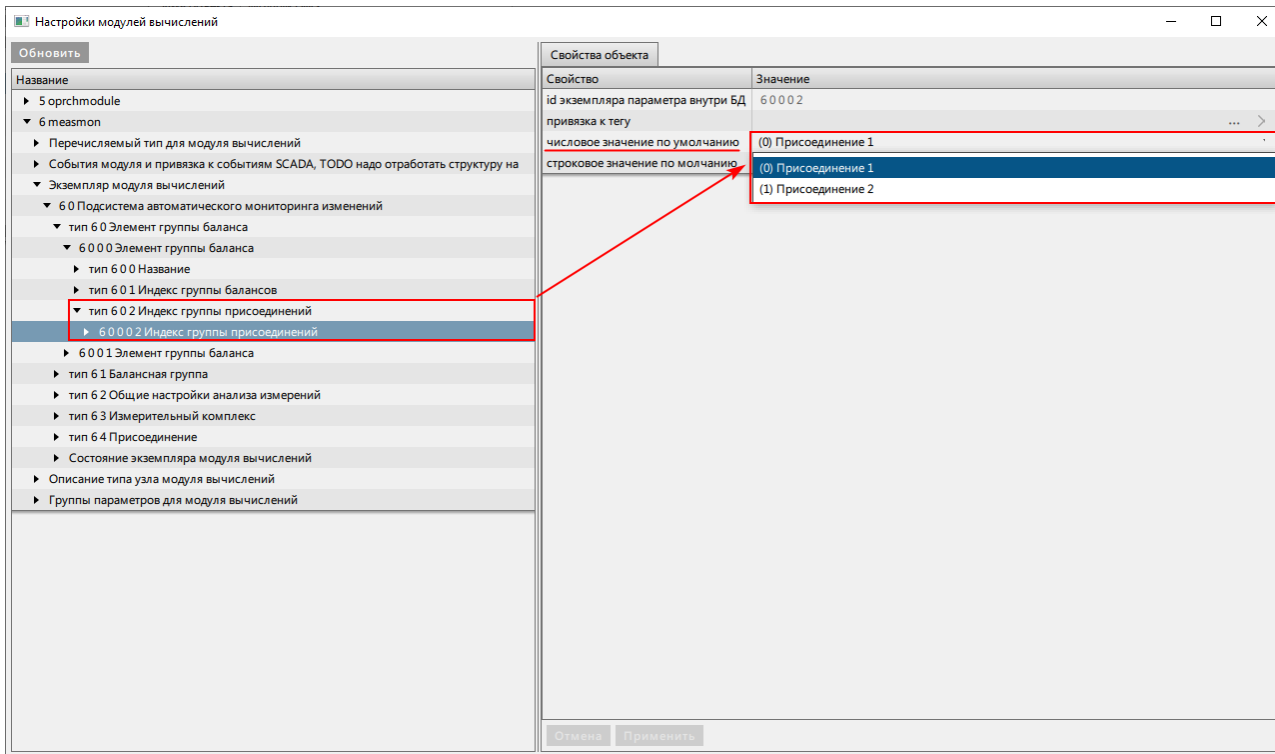

Рисунок 449 - Индекс группы присоединений
- У каждого элемента группы балансов раскройте узел **тип 6 0 1 Индекс группы присоединений** и напротив строки **числовое значение по умолчанию** выберите значение из выпадающего списка (Рисунок 449).